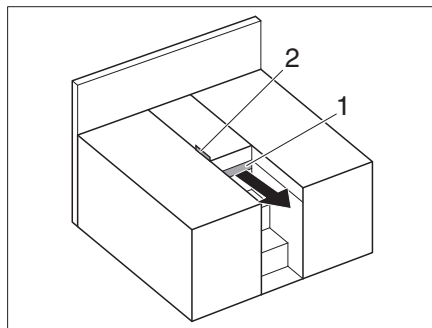
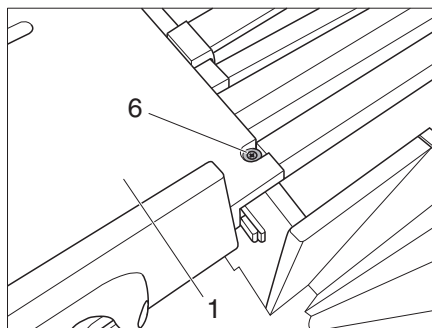

Fig. 179 Lits simples
Fig. 181 Boulon de blocage pour la partie extensible
- Décrocher la bande de retenue (Fig. 179,2) et déployer la partie extensible (Fig. 179,1).
- Fixer la partie extensible (Fig. 181,1) dans le boulon de blocage (Fig. 181,6) ou utiliser le boulon de blocage (Fig. 181,6) comme butée pour la partie extensible (selon implantation).
- Décrocher la partie extensible (Fig. 181,1) du boulon de blocage (Fig. 181,6) en la soulevant.
- Introduire la partie extensible (Fig. 181,1) et accrocher la bande de retenue (Fig. 179,2).